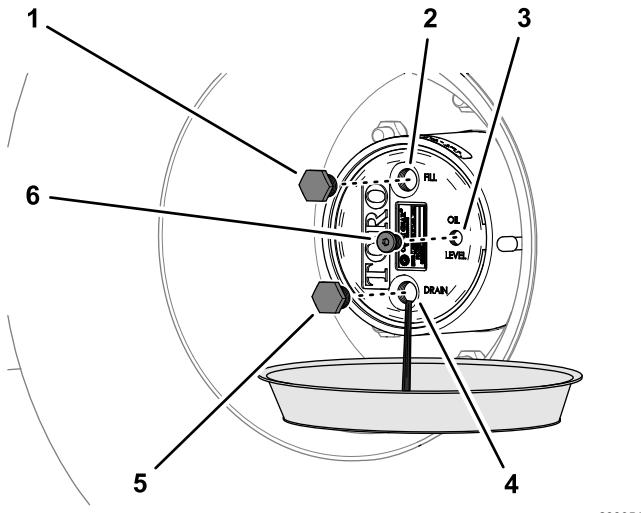

図 87
2. プラネタリギアドライブのハブの下にオイル回収容器を置き、ドレンプラグ、補給プラグ、点検プラグを外してオイルが抜けるのを待つ図 87。